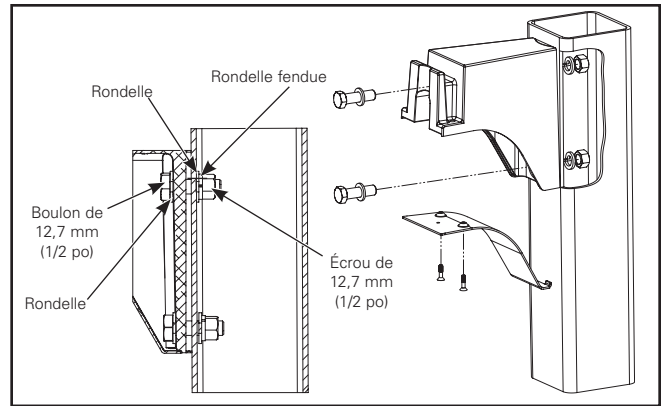

Figure 2.
2. Montez le bras au poteau rond ou carré en utilisant les boulons longs de 12,7 x 44,5 mm (1/2 x 1 3/4 po), les rondelles et les écrous fournis, comme montré à la Figure 2. Serrez les boulons à un couple de 54,2 Nm (40 pi-lb).